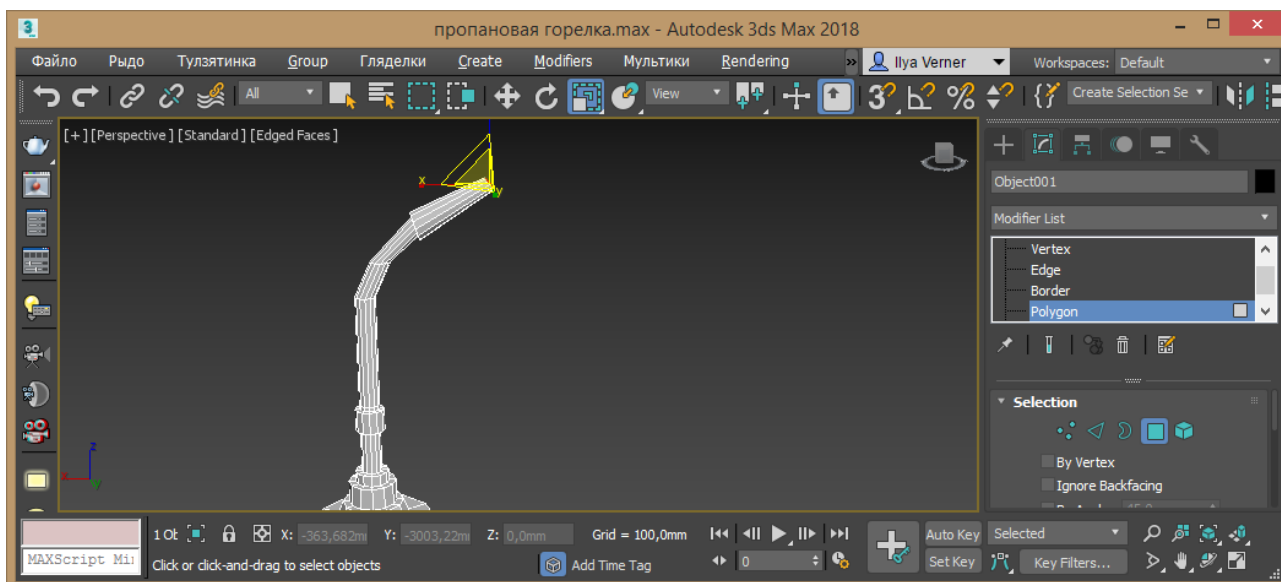

Рис. 4.6 – Створення верхнього сегменту
6. Оберіть центральний верхній сегмент та застосуйте команду Extrude на 50 мм, потім Extrude на 20 мм три рази. Оберіть усі бічні грані останнього сегменту та видавіть Extrude на 2 мм. У режимі редагування ребер Edge або точок Vertex викривіть останні сегменти командами оберту та переміщення до надання потрібної форми. Масштабуванням зменшить останню грань (рис.4.6).